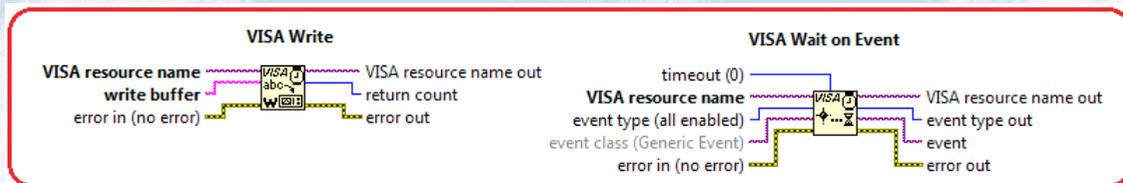

Figura 3.41. VISA Write y VISA Wait Event.
**Escritura del dato.** Para escribir los datos del **Write buffer** para el dispositivo o interface especificado por el **VISA resource name**, utilizamos el **VISA WRITE** y en conjunto con este control utilizamos el **VISA Wait Event** que suspende la ejecución de cualquier aplicación y espera por el tipo de evento especificado durante el periodo **timeout** que en la aplicación es de 100 (ms). La figura 3.41, indica los controles mencionados.